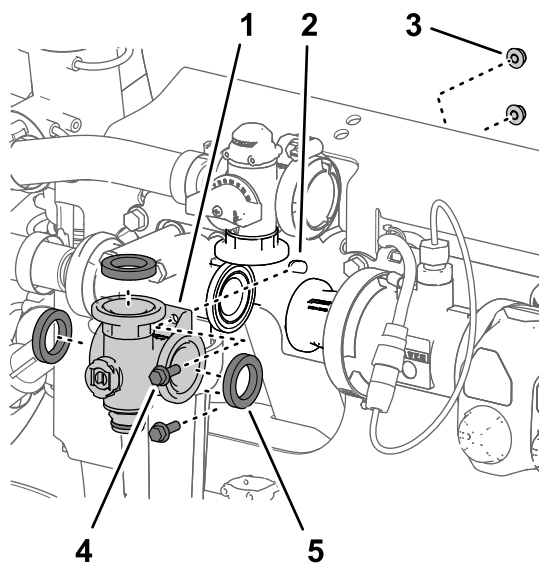

Figura 119
4. Rimuovete il collettore della valvola dell'agitatore e le guarnizioni dalla macchina (Figura 119).
3. Rimuovete i 2 bulloni a testa flangiata (1/4" x 3/4") e i 2 dadi di bloccaggio flangiati (1/4") che fissano il collettore della valvola dell'agitatore al supporto della valvola (Figura 119).